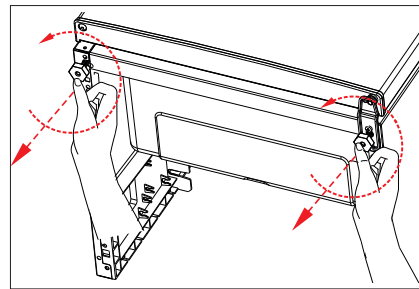

Fig. 1
- ▶ Tournez le thermostat (1) brièvement au-delà de la position 1 sur la position ●. Un clic retentit. L'appareil s'éteint. Un clic retentit. L'appareil s'éteint. . Débranchez la fiche d'alimentation (8) de la prise de courant.
- ▶ Retirez les tiroirs de congélation (9) et les clayettes en verre (2/3) comme indiqué dans le chapitre suivant.
- ▶ Tournez les deux pieds de l'appareil (7) dans le sens inverse des aiguilles d'une montre (fig. 1).
- ▶ Gardez la porte du congélateur (4) fermée.